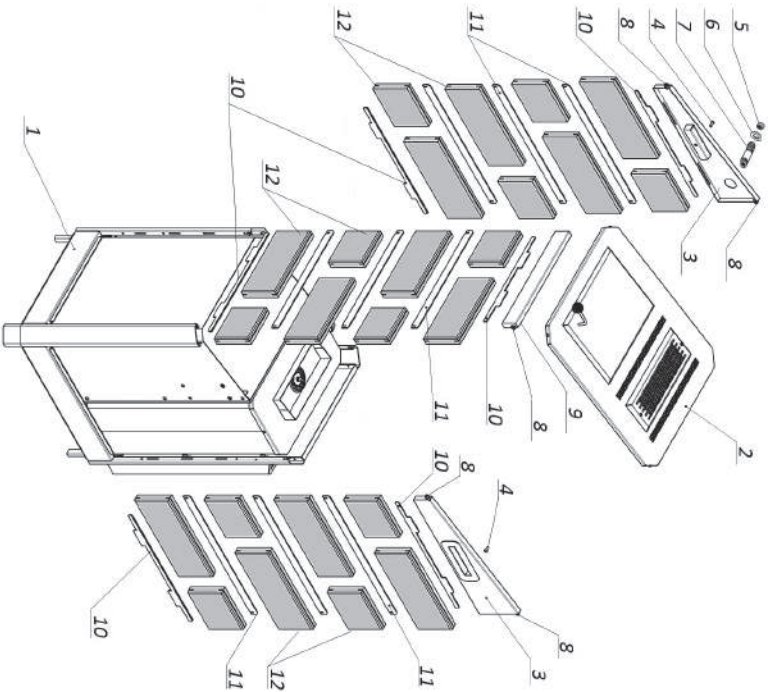
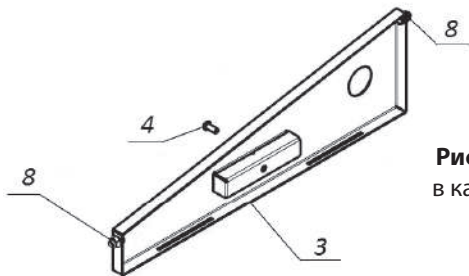

Рис. 9 Схема сборки каменной облицовки Паротермальной электрической печи «ПАРИЖАР-6,25 кВт». Облицовка печей другой мощности собирается по аналогии
Рис. 10 Боковая стенка корпуса ЭНУ в каменной облицовке (вид изнутри)
2.1.3.1 Внимание! Прежде чем устанавливать каменную облицовку необходимо подключить электрическую печь к электрической и водопроводной сетям выполнив пункты 2.1.1 и 2.1.2 данного Руководства. Установить печь на место её эксплуатации. Схема сборки каменной облицовки представлена на рис. 9.
2.1.3.2 Распаковать и рассортировать по длинам каменные плитки (поз. 12, рис. 9) и металлические вставки (поз. 10 и 11, рис. 9) на переднюю и боковые стенки ЭНУ.
2.1.3.3 Снять верхнюю крышку (поз. 2, рис. 9). Для этого открутить 4 самонарезных винта на угловых торцах крышки. Отвернуть пробку (поз. 5, рис. 9) и декоративную гайку (поз. 6, рис. 9), после этого выкрутить шуруры отбора пара (поз. 7, рис. 9). Выкрутить из боковых ручек винты (поз. 4, рис. 9, рис. 10). Во внутренней полости уголков корпуса ЭНУ ослабить гайки крепления (поз. 8, рис. 9, рис. 10) передней (поз. 9, рис. 9) и боковых (поз. 3, рис. 9, рис. 10) стенок. Потянув вверх снять боковые и переднюю стенки.
2.1.3.4 Установить металлические вставки с выступами (поз. 10, рис. 9) на панели основания (поз. 1, рис. 9) совместив выступающие части планок с вырезами в панелях. Установить каменные плитки (поз. 12, рис. 9) первого ряда со всех трёх сторон, надев плитку прорезью на вставку (поз. 10, рис. 9). В прорези установленных плиток вложить металлические вставки (поз. 11, рис. 9) и установить второй ряд плиток. Следующие ряды каменных плиток устанавливаются аналогично. После установки последнего (верхнего) ряда плиток в их прорези укладываются металлические вставки с выступами (поз. 10, рис. 9). Схемы установки декоративных, каменных плит показаны на рисунке 11.
2.1.3.5 Установить боковые (поз. 3, рис. 9, рис. 10) и переднюю (поз. 9, рис. 9) стенку совместив выступы металлических вставок (поз. 10, рис. 9) с прорезями в нижних гранях стенок. Затянуть гайки крепления (поз. 8, рис. 9, рис. 10). Завернуть винты (поз. 4, рис. 9, рис. 10) в ручки боковых стенок.
2.1.3.6 Используя ленту Фум ввернуть в парогенератор штуцер отбора пара (поз. 7, рис. 9). На штуцер установить декоративную гайку (поз. 6, рис. 9), после этого навернуть пробку (поз. 5, рис. 9).
2.1.3.7 Установить и закрепить саморезами верхнюю крышку (поз. 2, рис. 9).